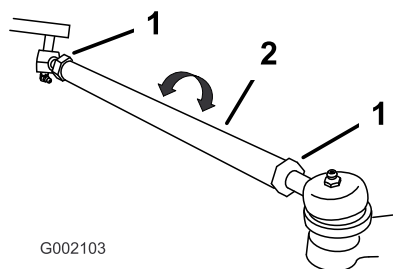

Figura 33
4. Si la medida es mayor de 0-6 mm, afloje las contratueras en ambos extremos de las bielas (Figura 33).